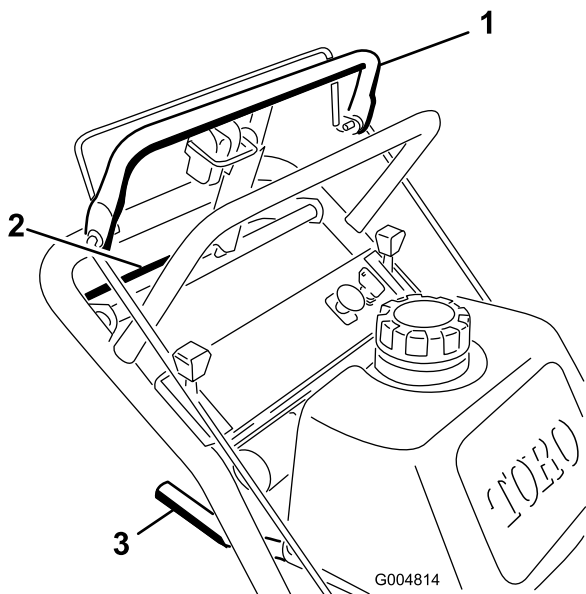
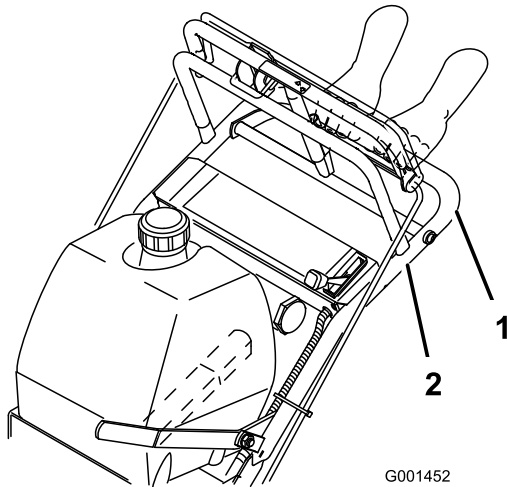

Figura 10
Figura 12
1. Para ir hacia adelante, mueva la palanca de cambio a una marcha hacia adelante (Figura 10).
3. Presione lentamente la barra de control superior para ir hacia adelante (Figura 10).
Para ir en línea recta, aplique la misma presión a ambos extremos de la barra de control superior (Figura 10).
Para girar, libere la barra de control superior en el sentido en que desea girar (Figura 10).
3. Apriete lentamente la barra de control inferior y el manillar para ir hacia atrás (Figura 10).
7. Al mismo tiempo, engrane la barra de control inferior y levante el manillar inferior para conducir la máquina por el bordillo (Figura 10 y Figura 11).
4. Al mismo tiempo, engrane la barra de control inferior y levante el manillar inferior (Figura 10 y Figura 12).